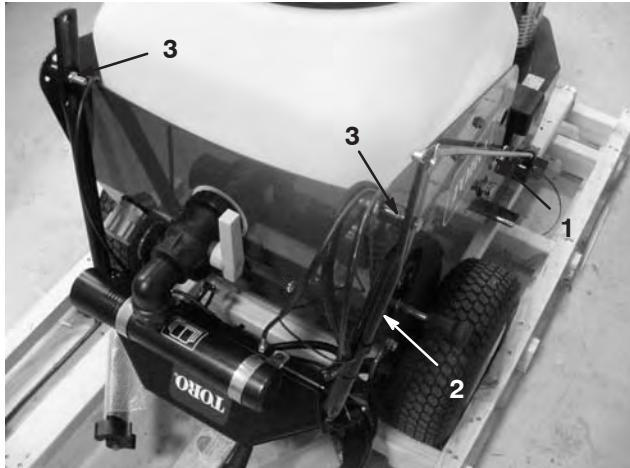

Bild 2
1. Entfernen Sie den Splint, die Scheibe und die Kabelbinde, mit denen die Schaltstange für den Versand befestigt ist (Bild 2). Bewahren Sie den Splint und die Scheibe für die Montage der Schaltstange auf.
2. Entfernen Sie die zwei Schrauben, die Distanzstücke und die Muttern, mit denen der Griff an der Behälterstütze befestigt ist (Bild 2). Werfen Sie die Schrauben, Distanzstücke und Muttern weg.